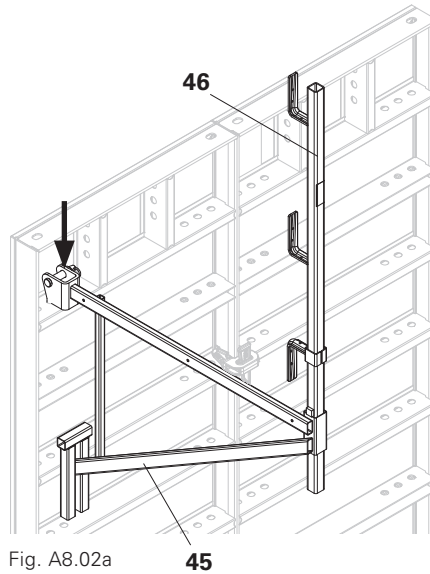

Fig. A8.02a
1. Insertar el poste de barandilla HSGP-2 (46).
2. Colocar las consolas (45) en los orificios de conexión de los paneles. (Fig. A8.02a)